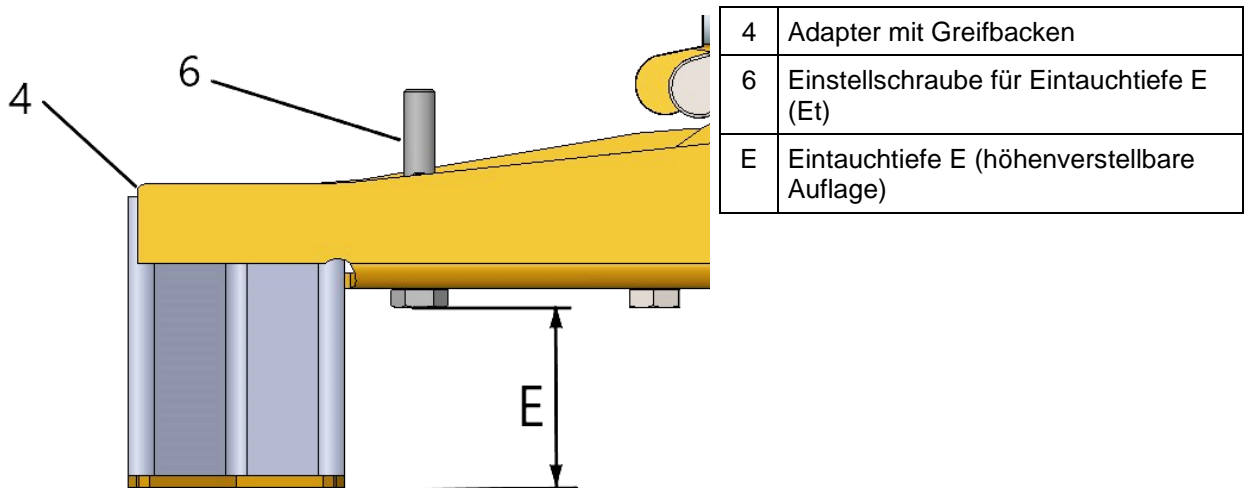

Abb. 3
Zusätzlich kann die „Eintauchtiefe E (**Et**)“ der Greifbacken am Adapter (4) verändert werden, die je nach aufzunehmenden Greifgütern (Rasengittersteine) eingestellt werden muss (→ Abb. 3).